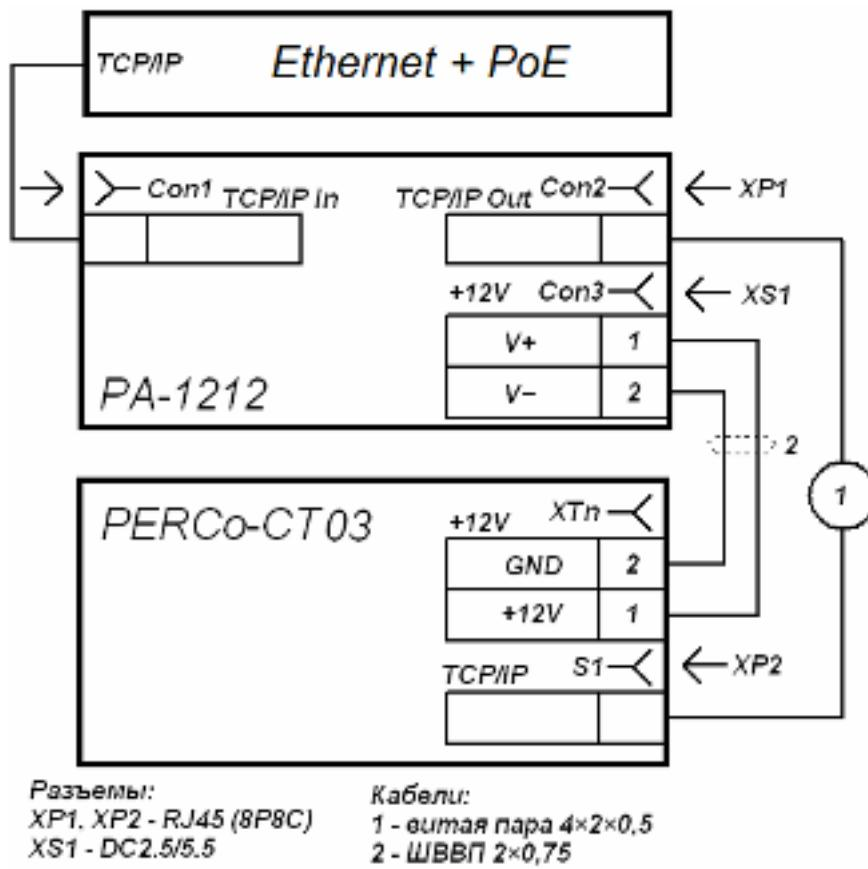

Рисунок 16. Схема подключения контроллера ЭП.
3. Подключите цепь питания контроллера ЭП к разъему **Con3** сплиттера, расположенному на стороне, обозначенной как «*OUT*». Схема подключения приведена на рис.16 (штекер для подключения к разъему входит в комплект поставки сплиттера).